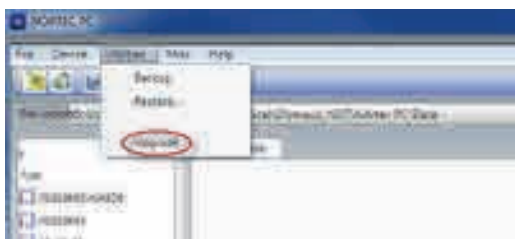

Рис. 6-12 Меню Utilities (Утилиты обновления)
6. В меню **Utilities** (Утилиты обновления) NORTEC PC выберите **Upgrade** [Обновить] (см. Рис. 6-12 на стр. 252).